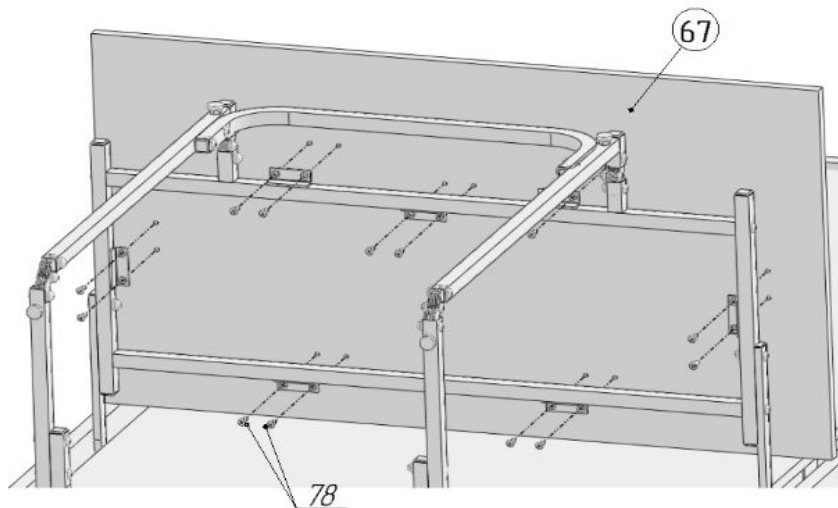

Рис.20
22. Присоединить к собранной раме стола столешницу поз.67, используя саморезы Ø4x16 поз.78 (рис.20).